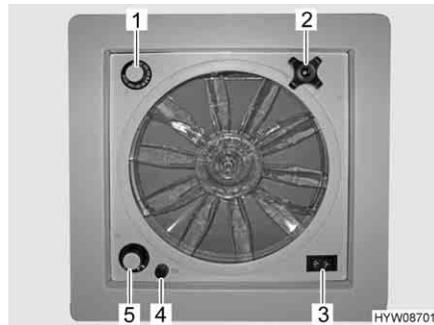

Fig. 70 Oblò con ventilatore
▷ Un fusibile da 4 A (Fig. 70,4) protegge da sovraccarico il motore del ventilatore. Se si verifica un sovraccarico: Per prima cosa individuare ed eliminare la causa (ad es. il ventilatore è sporco), poi sostituire il fusibile.
*Apertura oblò:* ■ Ruotare la maniglia girevole (Fig. 70,2), finché non si raggiunge l'angolo di apertura desiderato.
*Aerazione/sfiato:* ■ Portare l'interruttore a levetta (Fig. 70,3) su "Aerazione" (flusso d'aria dall'esterno verso l'interno) o "Sfiato" (flusso d'aria dall'interno verso l'esterno).
*Spegnimento del ventilatore:* ■ Portare l'interruttore a levetta (Fig. 70,3) sulla posizione centrale.
*Impostazione della velocità del ventilatore:* ■ Posizionare l'interruttore girevole (Fig. 70,5) sul grado desiderato:
*Impostazione della temperatura:* ■ Ruotare il termostato (Fig. 70,1) fino alla battuta in direzione "blu".
- Ruotare il cappuccio nero (Fig. 70,4) di un quarto di giro in senso antiorario.